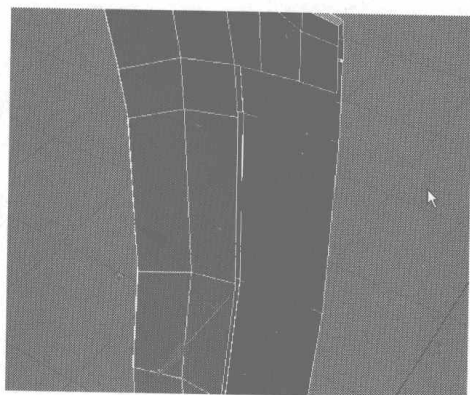
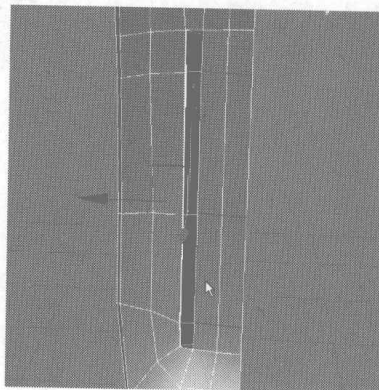

图 3.105
图 3.106
- 19** 选择刚添加的面上的边线，如图 3.105 所示，在 Edit Edges 卷展栏中单击 **Connect**  右侧的小按钮，在弹出的对话框中设置添加曲线的参数为 3，然后将添加的曲线分别调整到如图 3.106 所示的位置。